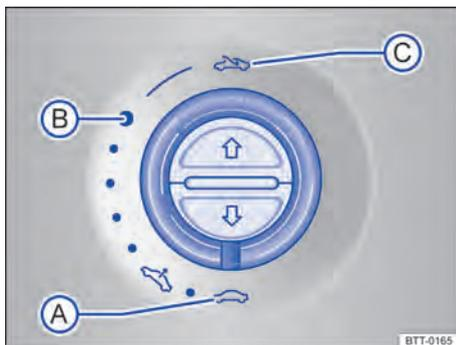

Fig. 38 No revestimento do teto: girar o interruptor para abrir e fechar.
Para o levantamento do teto solar panorâmico elétrico, o interruptor rotativo deve estar na posição => Fig. 38 (A).
| | | => Fig. 38 |
- O interruptor \Rightarrow Fig. 38 deve estar girado na posição "Fechado" .